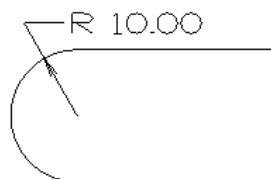

图 4.1.15 选取实体
- ☒ ☐ **实线** 单选项：用于设置尺寸线的样式为选取实体样式，如图 4.1.15 所示。